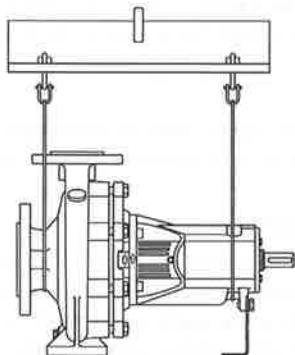
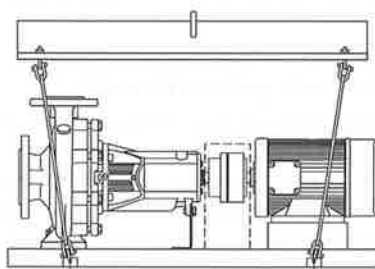

fig.1: Trasporto della pompa
fig.2: Trasporto del gruppo pompa completo
- Per evitare deformazioni, sollevare la pompa come rappresentato in (fig. 1) oppure in (fig. 2). Gli anelli di sollevamento applicati alla pompa oppure al motore non devono essere utilizzati per sollevare l'intero gruppo pompa. Essi sono destinati esclusivamente al trasporto dei singoli componenti durante il montaggio o lo smontaggio.